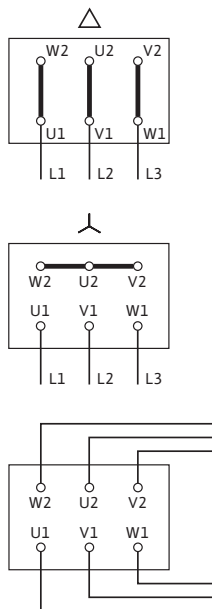

Fig. 8: Nettilslutning
- Nettilslutningen på stikpladsen afhænger af motoreffekten P_2 , af netspændingen og af tilkoblingstypen. Den nødvendige kobling af forbindelsesbroerne i klemmeboksen kan findes i følgende tabel og på fig. 8.